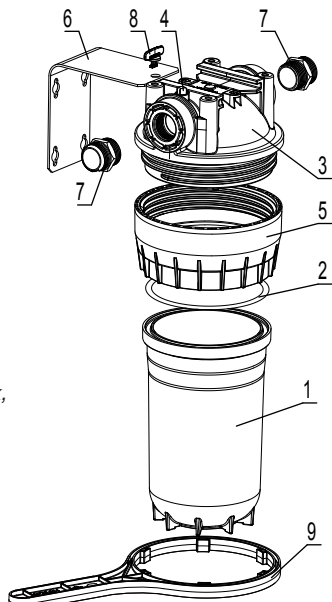

Рис. 1
Установка корпуса водоочистителя (рис. 1)
- отверните гайку (5) с помощью пластикового ключа (9), снимите стакан (1) и выньте фильтрующий модуль;
- промойте водой внутреннюю поверхность крышки (3), стакана (1) и резиновое кольцо (2);
- соберите водоочиститель, накрутив гайку (5) на крышку (3);
- ВНИМАНИЕ! Важно не перепутать вход и выход водоочистителя. Стрелки на крышке указывают направление течения воды (рис. 1).**
- нажмите кнопку (4) для удаления избытка воздуха из корпуса.